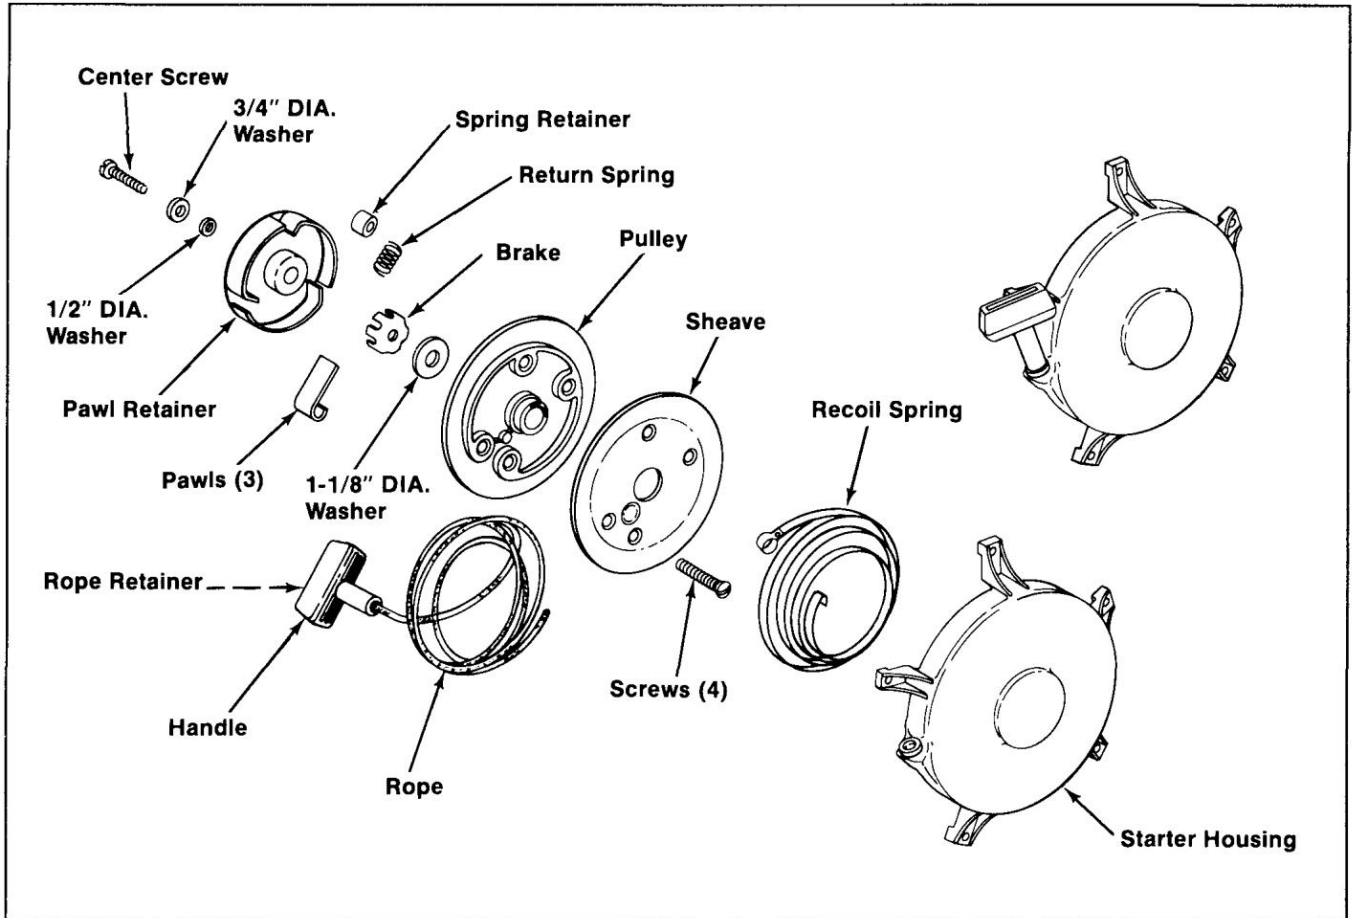

Figure 7-11. Vue éclatée.
2. Remplacez tous les composants usés ou endommagés. Utilisez uniquement des pièces de rechange d'origine Kohler spécifiées dans le manuel des pièces. Tous les composants illustrés à la Figure 7-11 sont disponibles en tant que pièces de rechange. N'utilisez pas de pièces non standard.